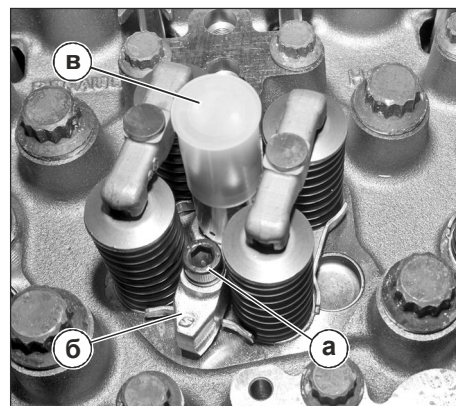

Рис. 53. Снятие форсунок.
3. Отвернуть болты (а) (300144) крепления скоб форсунок (см. Рис. 53).
4. Вынуть форсунки (в) (650.1112010) (см. Рис. 53).
5. Снять скобы крепления форсунок (б) (650.1112163) (см. Рис. 53).